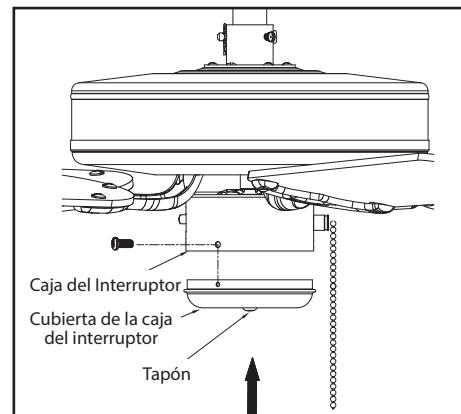

Figura 19
4. Coloca la carcasa del interruptor (FF) en el asiento de la caja y reinstala los tornillos de montaje del kit de luces (Figura 19).